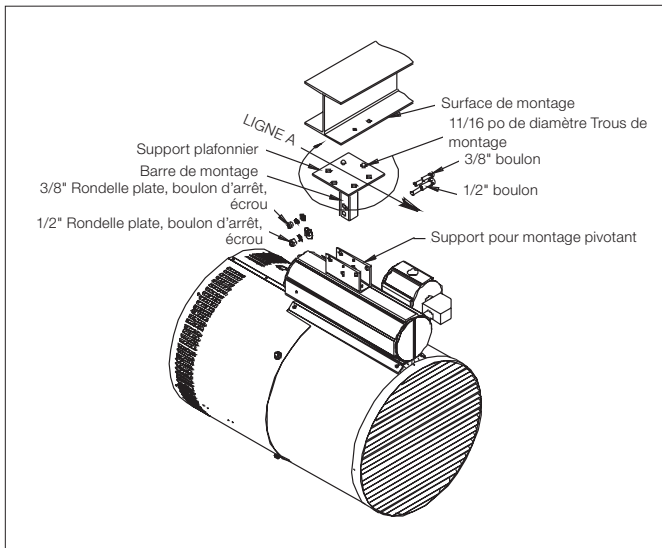

Figure 4 – Montage au plafond
- 1.1 Installer le support de fixation sur la surface de montage avec l'orientation préférée. Assurer que la « LIGNE A » (Figure 4, page 18), la ligne perpendiculaire entre les trous de boulonnage de la barre de fixation, sont pointées dans le sens de circulation préféré. Le support plafonnier doit être fixé à la surface de montage avec, tout au plus, six (mais non moins de deux) attaches 5/8 po (non comprises). Assurez-vous que des rondelles d'arrêt ou boulons de blocage sont fixés à tous les écrous.